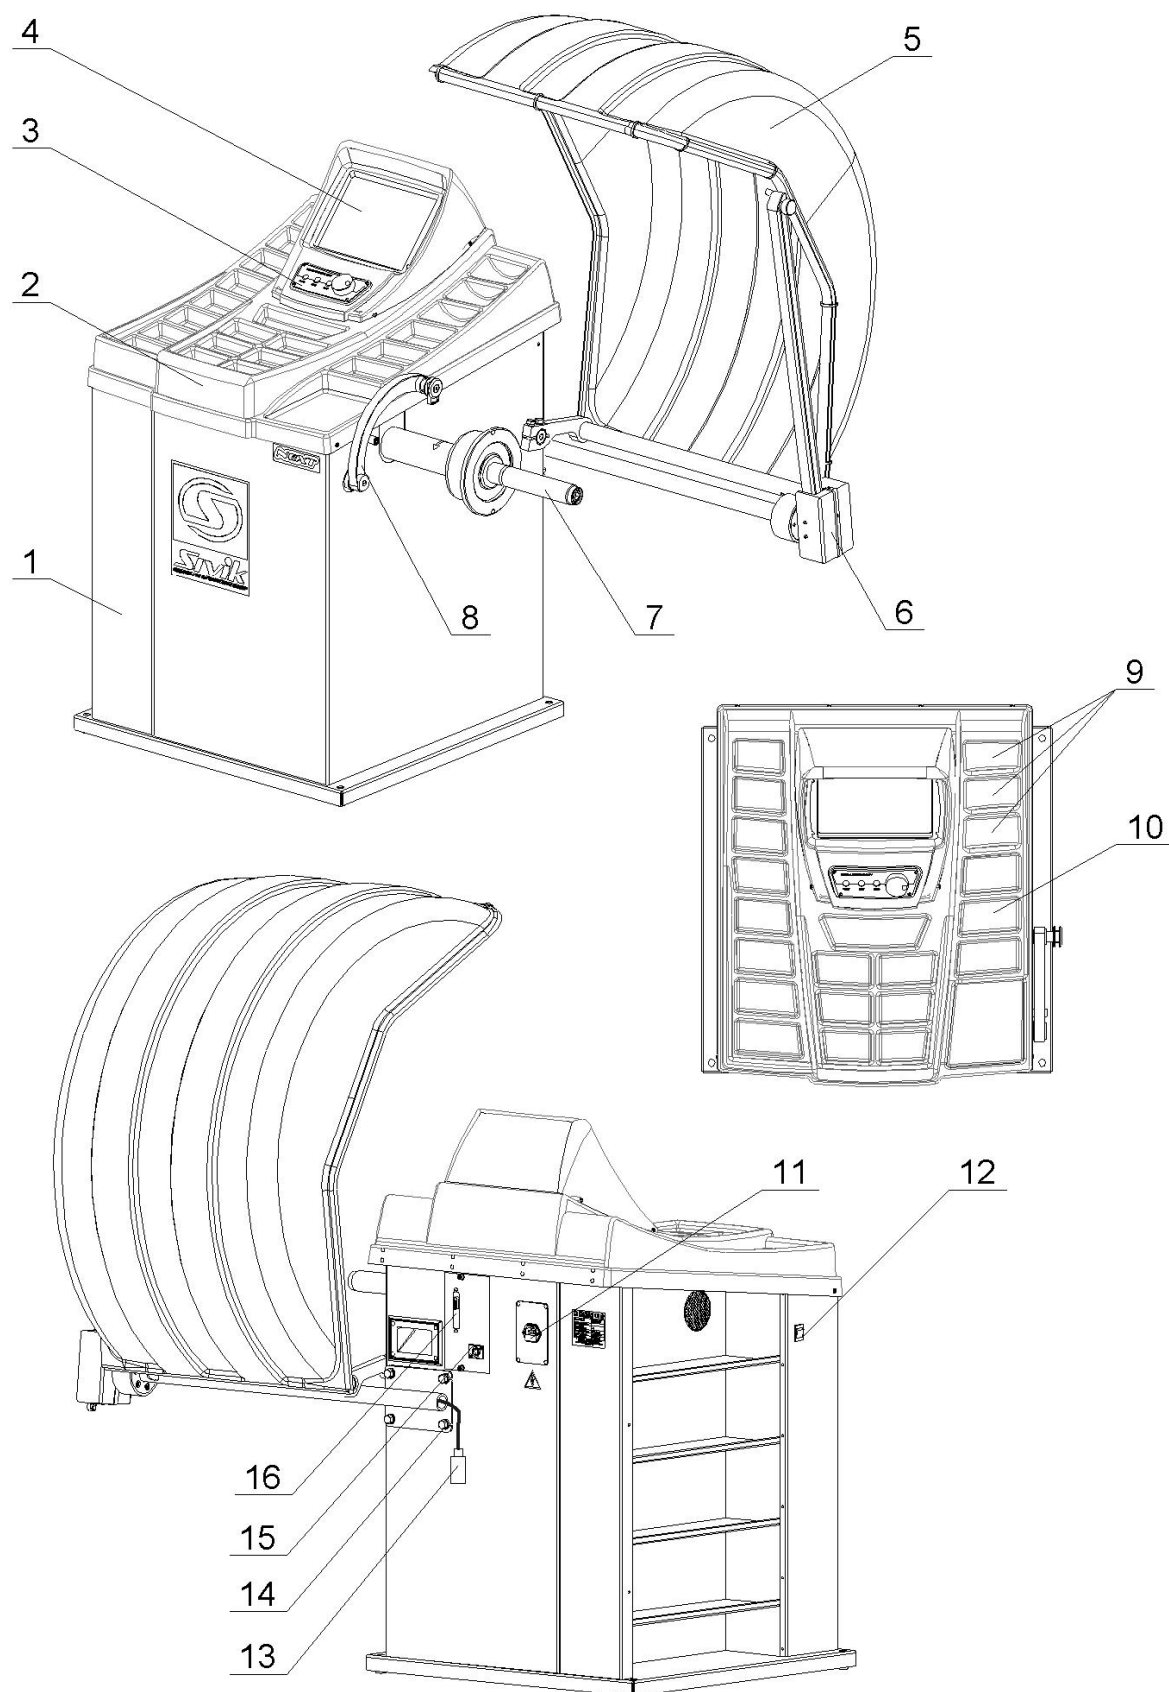

Рисунок 4.1
4.2.5 Закрепить вторую линейку 6 на корпусе с помощью 4 болтов с шайбами 14 и подключить вилку линейки 13 к гнезду 14 (рисунок 4.1).
① При демонтаже для отключения разъема нажать на толкатель.
4.2.7 Подключить сетевой шнур к гнезду станка, расположенному на задней панели корпуса станка (рисунок 4.1), и к питающей сети, оборудованной розеткой с контактом заземления.